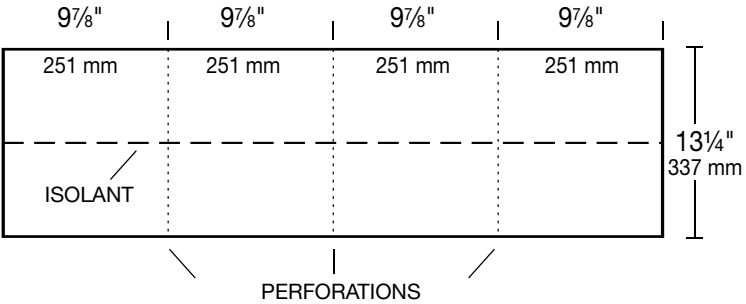
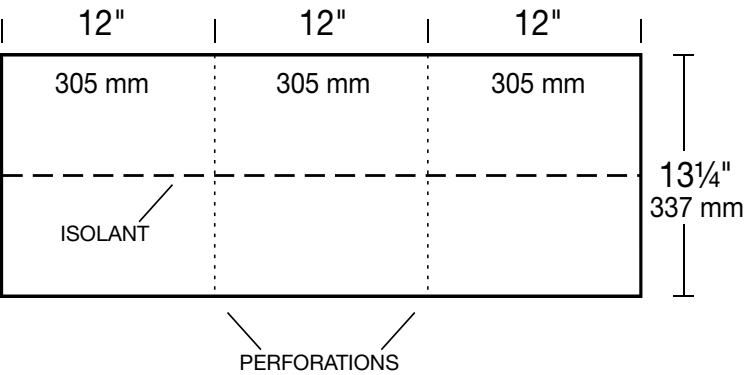

Figure 17 – Bardeau d'arête et de faîte 10 po RidgeFlex™
Figure 18 – Bardeau d'arête et de faîte 12 po RidgeFlex™
Préparer la pose en séparant chaque bardeau de faîte et d'arête au niveau des perforations : Les bardeaux RidgeFlex™ 10 po permettent d'obtenir quatre (4) bandes de faitages et d'arêtes (voir Figure 17), et le bardeau RidgeFlex™ 12 po permet d'en obtenir trois (3) (voir Figure 18). Repérer les bandes isolantes.